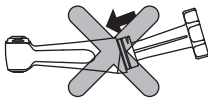

Fig. A-2
- Certifique-se de que introduz a chave a direito na cabeça do instrumento. Não introduza a chave na diagonal, conforme mostrado na Fig. A-2.